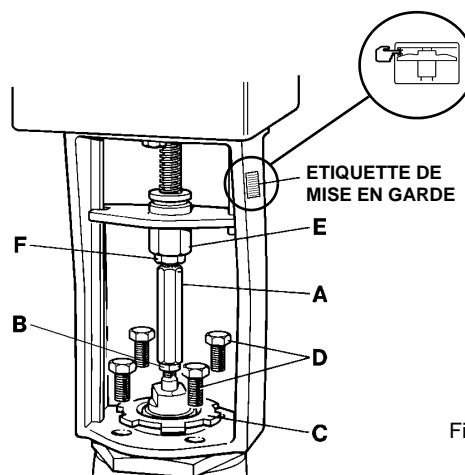

Fig.3
- Voir Fig.3. Pour les vannes ayant une tige filetée de 1/4" - 32 filets UNEF, utiliser le raccord "A" (fourni avec le servomoteur). Visser celui ci à fond sur la noix du servomoteur, et bloquer l'écrou "F" fourni avec la vanne ou le servomoteur.